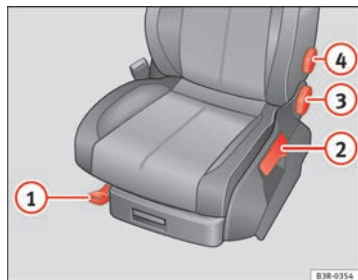

Fig. 106 Mandos en el asiento del conductor
- Levante la palanca ① ⇒ fig. 106 y desplace el asiento hasta la posición deseada.
- Suelte la palanca ① y siga desplazando el asiento hasta que encaje el bloqueo.
- Tire de la palanca ② ⇒ fig. 106 hacia arriba varias veces hasta alcanzar la posición deseada.
- Con la mano, gire la rueda ③ ⇒ página 141, fig. 106 para ajustar la inclinación del respaldo.
⇒ página 141, fig. 106 para ajustar el apoyo lumbar.